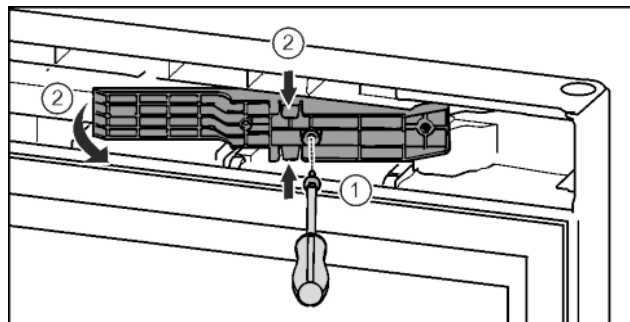

Fig. 15\*
- ▶ Отпустить винты отверткой T15.\* Fig. 15 (1)
- ▶ Извлечь деталь адаптера.\* Fig. 15 (2)